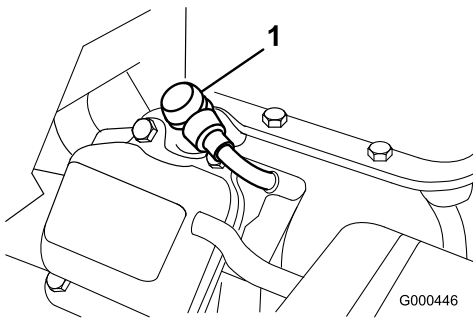

Figura 24
1. Desconecte el cable moldeado de la bujía (Figura 24).